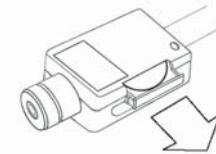

图 7.1
- (1) 使用两片 3V CR2330 锂电池
- (2) 根据正负极符号正确安装电池
- (3) 更换的两片电池电压应一样，不得将新旧或不同品牌的电池混用。
- 取出电池操作如图 7.1 所示